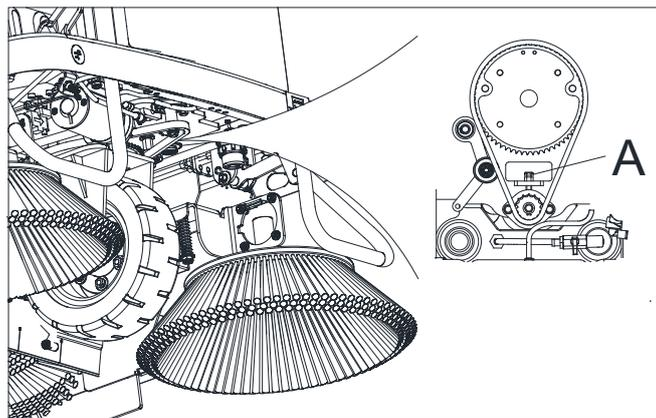

Figura 36
4. Se la catena della ruota anteriore è allentata, regolare la vite di regolazione della catena (A, Figura 36) dalla parte inferiore anteriore della macchina per assicurarsi che la catena abbia la tensione adeguata.